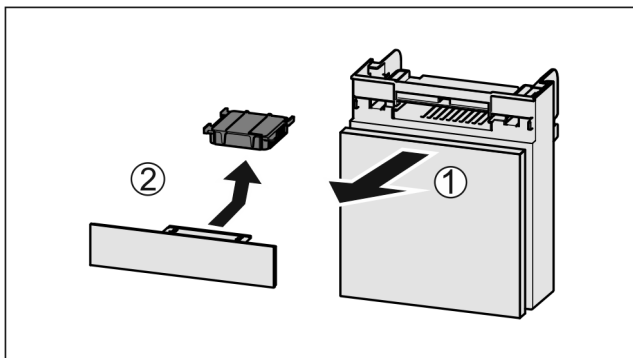

Fig. 151
- Tõmmake Fig. 151 (1) laegas ettepoole välja.
- Võtke Fig. 151 (2) aktiivsöefilter välja.